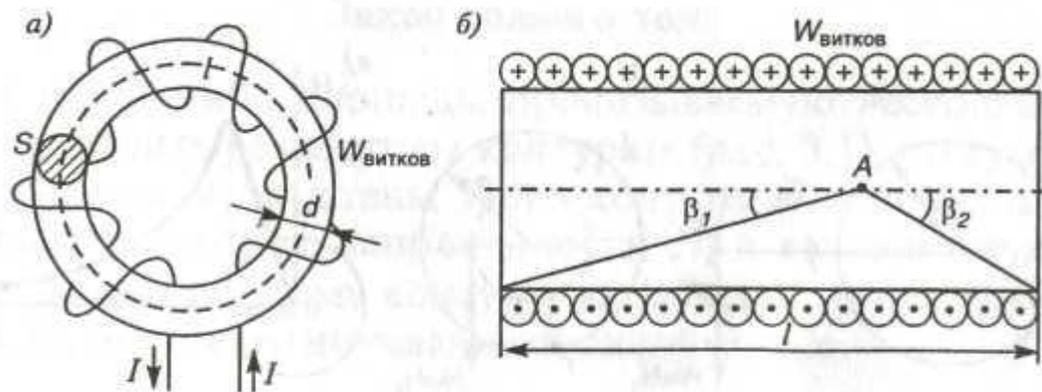

Рис. 3.3
*Смешанным соединением* резисторов (или приемников энергии) называется такое, при котором цепь, состоящая из нескольких последовательных участков, может содержать параллельные ветви (рисунок 3.3).
Часть электротехнического устройства, отдельные участки которого выполнены из ферромагнитных материалов, по которым замыкается магнитный поток, называется магнитной цепью. Примером простой магнитной цепи может служить сердечник кольцевой катушки (см. рис. 3.3, а). Магнитные цепи трансформаторов, электрических машин и других аппаратов и приборов имеют более сложную форму.
Магнитная цепь, которая выполнена из одного материала и по всей длине имеет одинаковое сечение, называется однородной (см.рис. 3.3, а).
Магнитный поток в сердечнике кольцевой катушки (рис. 3.3, а) определяется выражением: